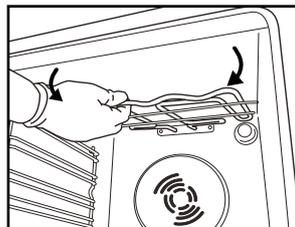
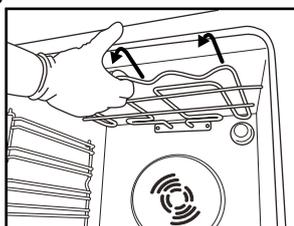

Fig.4
Fig.5
2. Puxe a resistência ligeiramente para fora (Fig. 4) e baixe-a (Fig. 5).